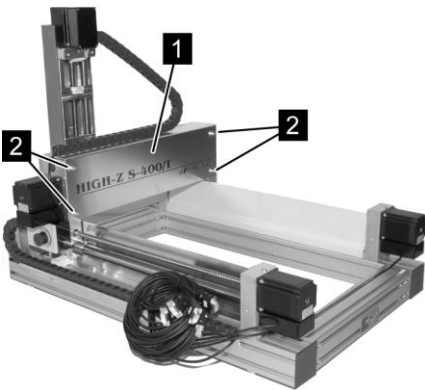

Abb. 26: Abdeckung Y-Achse
3. Vier Schrauben (Abb. 26/2) lösen und entfernen.
4. Abdeckung (Abb. 26/1) an der Y- Achse entfernen.